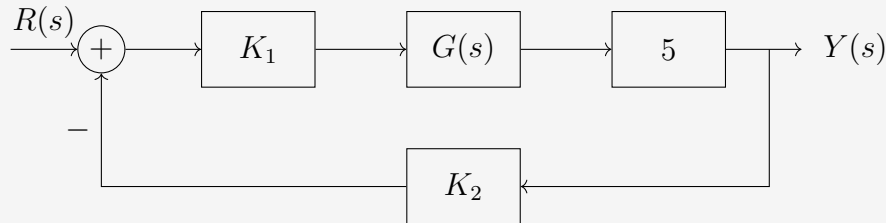

Figura 1: Sistema em malha fechada com parâmetros K_1 e K_2 .
Considere o sistema da Figura 1, cujos parâmetros K_1 e K_2 podem ser sintonizados livremente e o modelo $G(s)$ é dado por:
- (1,25 pontos) Adicione uma malha externa de controle ao sistema da Figura 1 e projete um controlador adicional que garanta erro nulo ao rastreamento de referências em degrau, tempo de acomodação inferior a 0,75 segundos, e máximo sobressinal percentual inferior a 5%. O sistema não pode exibir *undershoot*.
Com a malha da Figura 1, definimos o ganho de laço: